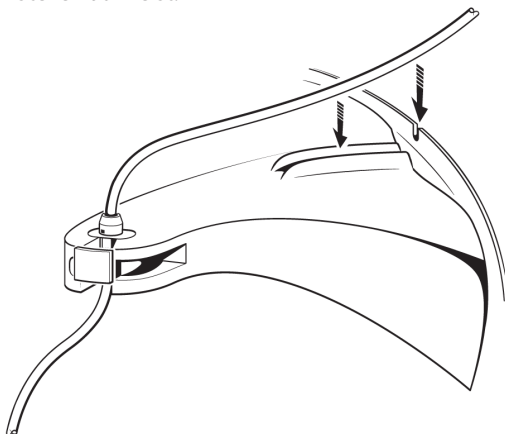

Abbildung 5. Schlauchleitung in die Nut am Gerätehalter und die Kerbe am Zentrifugenrand drücken.
8. Drücken Sie die Schlauchleitung in die Nut am Gerätehalter und in die Kerbe am Rand der Zentrifuge (siehe Abbildung 5).